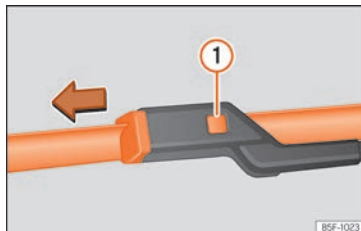

Fig. 81 Cambio de la escobilla del limpiaparabrisas.
- Oprima el botón de seguridad ① »» fig. 81.